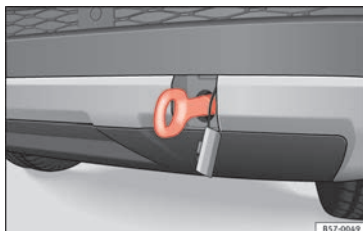

Fig. 101 En el lado derecho del paragolpes trasero: argolla de remolque enroscada.
» **fig. 101** » ❶. Utilice un objeto adecuado con el que pueda enroscar completa y firmemente la argolla de remolque en su alojamiento.
❶ CUIDADO